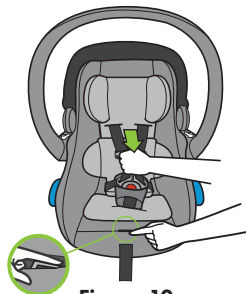

Figura 12
- Presione la lengüeta del ajustador del arnés y tire de las correas del arnés de hombro, como se muestra en la **Figura 12**. La lengüeta del ajustador del arnés es accesible a través de la ranura cosida en la tela entre la correa de ajuste del arnés y la correa de la entrepierna.